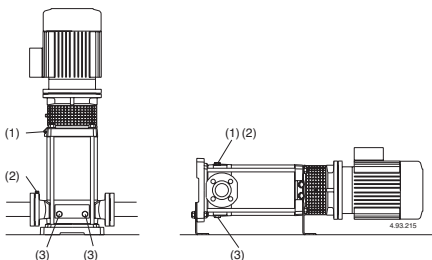

Рис. 4 (1) Наполнение и отдушина
При положении насоса выше уровня перекачиваемой жидкости (работа в режиме всасывания, рис. 3А) или при недостаточной высоте напора (менее 1 м) для открытия обратного клапана наполните всасывающую трубу и насос через соответствующее отверстие (1) (рис. 4).
Во время наполнения винт со штифтом (14.17) в сливной пробке (14.12) должен быть открыт, чтобы имелось соединение между камерой подающей части и камерой всасывающей части (рис. 4а).
Рис. 4а Наполнение:
Рис. 4б При работе: внутренний проход открыт
При работе под гидравлическим напором (рис. 3В) наполняйте насос, медленно открывая задвижку на всасывающей трубе до полного раскрытия; при этом, задвижка в подающей трубе и отдушны (1) и (2) должны быть полностью открыты (рис. 4), чтобы выпустить воздух.
Закройте отдушны (1) и (2) (рис. 4).
Для MXV-B, MXV(L) 25–32–40 и MXV(L)4 25–32–40 Затяните игольчатый винт (14.17) в сливной заглушке (14.12) (рис. 4б) и закройте отверстие для выпуска воздуха (14.04).
Если заливка прерывается (непостоянный поток на подаче при открытых задвижках) или если давление на манометре колеблется, провести повторный выпуск воздуха на всасывании (2), проверить герметичность всех соединений всасывающей трубы и крепко затянуть выпускную заглушку (2) и сливные заглушки (3) со стороны всасывания (рис. 4).
По возможности, как в случае временной работы с грязными жидкостями, прокачайте через насос немного чистой воды для удаления осадков. Либо, после слива воды, промойте насос, залив не менее 4 л чистой воды в заливочное отверстие (1) со стороны подачи и дав ей выйти через сливное отверстие (3) со стороны всасывания (рис. 4).
Перед разборкой насоса отсоединить провод от зажимной коробки, закройте задвижки на всасывании и подаче и слейте жидкость из корпуса насоса (рис. 4).